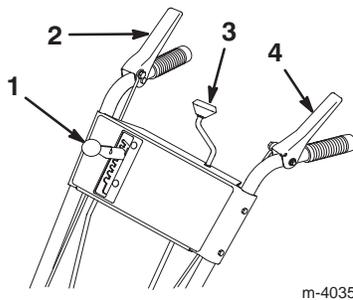

Bild 8
2. Bewegen Sie den Schalthebel (Bild 8) an der Bedienungskonsole in Stellung R_2 (Rückwärts).